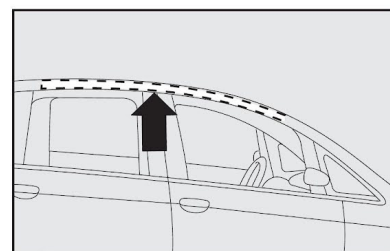

fig. 103
**AIRBAGS LATERAIS DE PROTEÇÃO DA CABEÇA (WINDOW BAG) - fig. 103**